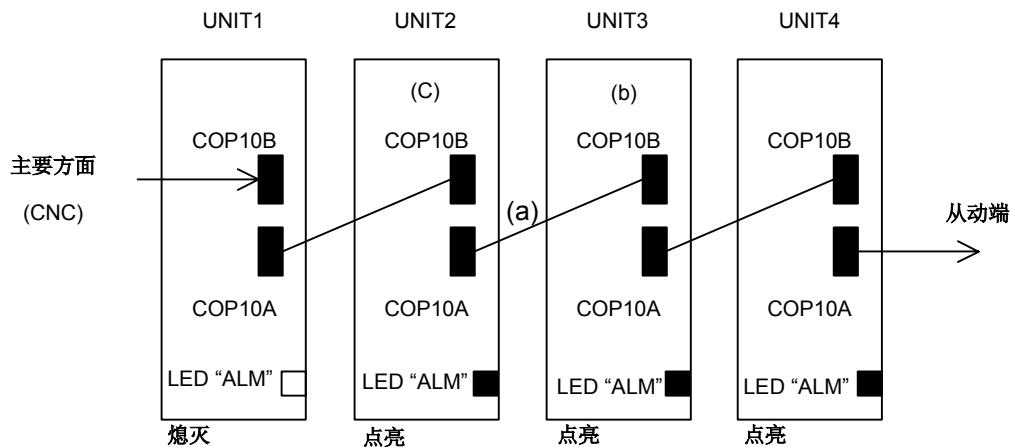

图 3.1.10
(若是图 3.1.10 的情形，则为 UNIT2 和 UNIT3 间的电缆)
- (b) 更换在 LED “ALM” 点亮的放大器中距 CNC 第二近的 SVM。 (若是图 3.1.10 的情形，则为 UNIT3)
- (c) 更换在 LED “ALM” 点亮的放大器中距 CNC 最近的 SVM。 (若是图 3.1.10 的情形，则为 UNIT2)